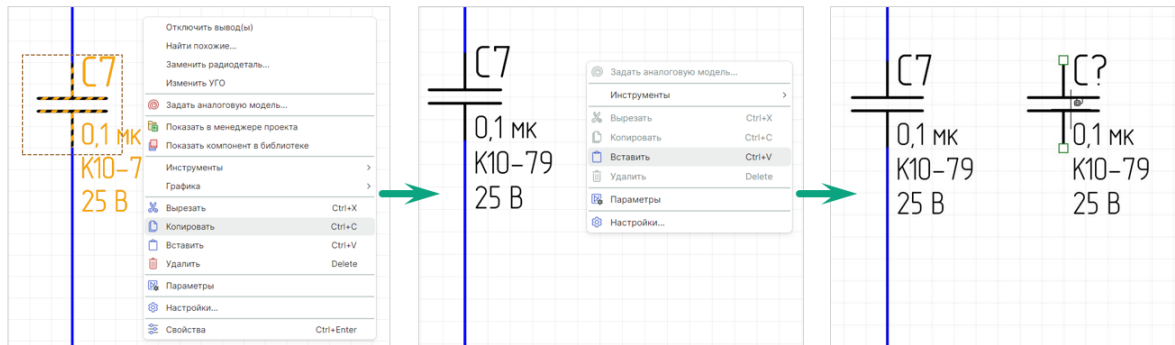

Рис. 211 Копирование и вставка объекта на схеме
- Перейдите на свободное место листа схемы и в контекстном меню выберите пункт «Вставить» или воспользуйтесь сочетанием клавиш «Ctrl+V», после чего скопированный объект будет размещен, см. Рис. 211.